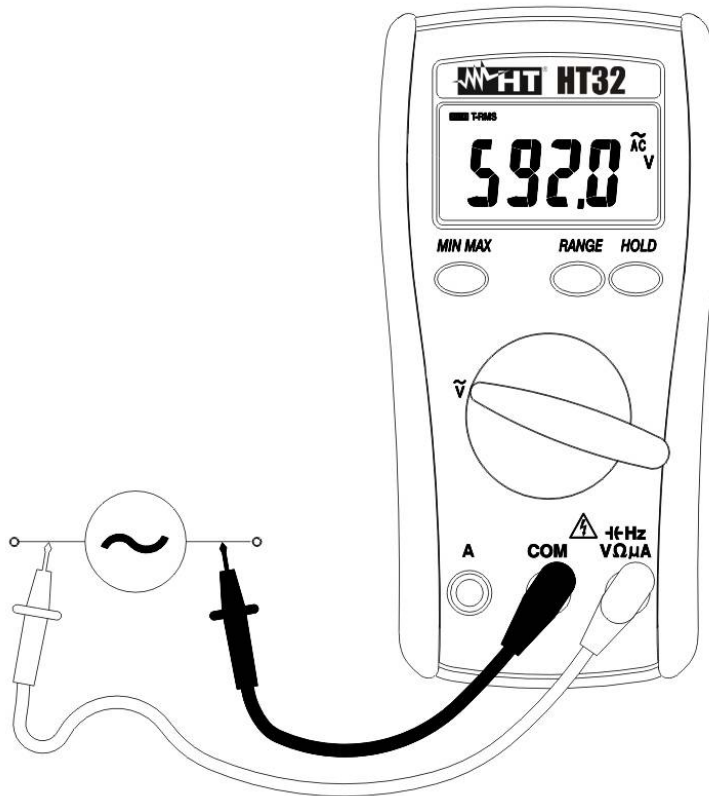

Abb. 4: AC Spannungsmessung
2. Verbinden Sie die Messleitungen wie folgt, die rote in die  $\rightarrow HzV\Omega\mu A$  Buchse und die schwarze in **COM** Buchse (Abb. 4).
3. Verbinden Sie nun die rote und die schwarze Messleitung mit dem positiven und dem negativen-Pol siehe (Abb. 4); die Spannungsgröße wird automatisch erkannt und am Display angezeigt.